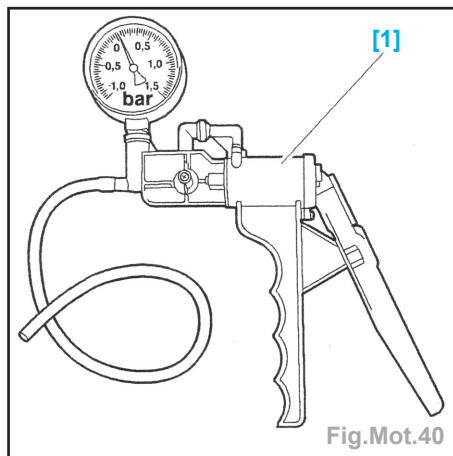

Fig.Mot.40
- Outil nécessaire (Fig.Mot.40) :